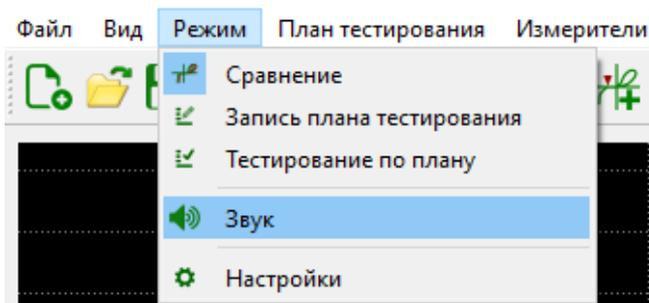

Рисунок 7. Элемент интерфейса включения звукового сигнала
- Если степень различия измеренных ВАХ, в режиме «Тестирование по плану», превышает заданный порог сравнения, то издается звуковой сигнал. По умолчанию звуковой сигнал отключен, но при необходимости его можно включить во вкладке "Режим" -> "Звук" (рисунок 7).